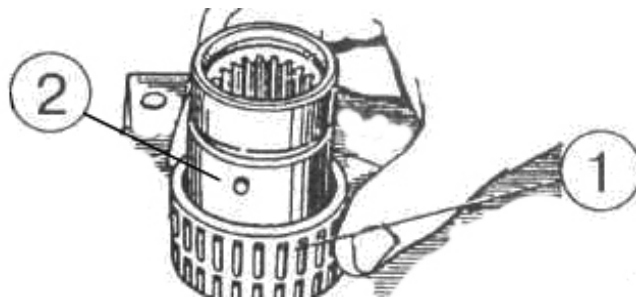

Рисунок 4.30
- к) снимите подшипник 1 (рисунок 4.30) с вала 2;